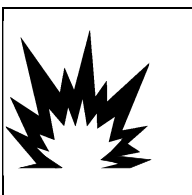

图 4-5: SW1-1 和 SW1-2
3. 将 SW1-1 和 SW1-2 返回到 OFF 位置，如图 4-5。